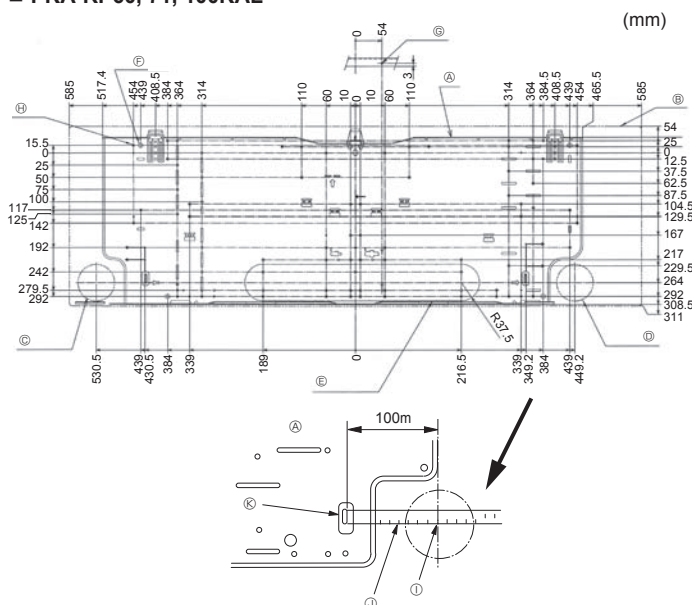

Рис. 3-2
①	Монтажная плата	1	Установить на заднюю часть блока
②	Винт-саморез 4 × 25	7
③	Изолента	2
④	L-образная соединительная трубка	1
⑤	Штуцер для зарядки	1
⑥	Беспроводной пульт дистанционного управления	1
⑦	Держатель ПДУ	1
⑧	Алкалайновые элементы питания (тип AAA)	2	Используйте упаковочный материал
⑨	Винт-саморез 3,5 × 16	2
⑩	Проставка	1
3.2. Установка настенного крепления (Рис. 3-2)